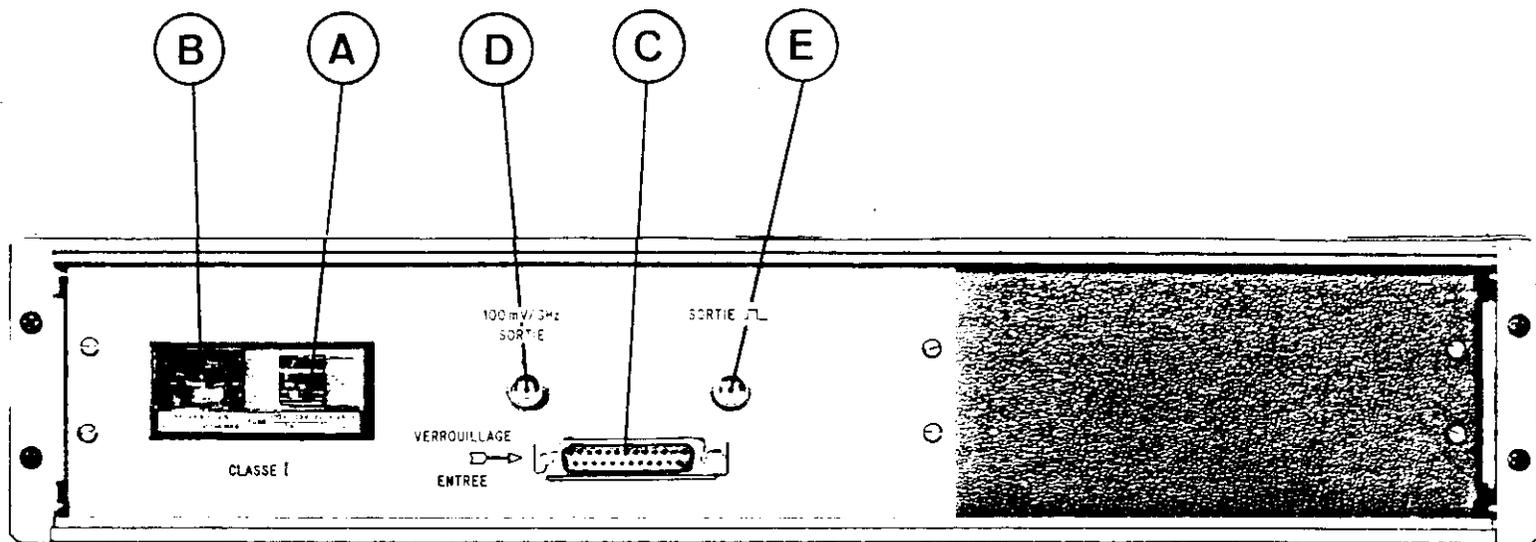

FIG. II.2
- (16) - Déclenchement interne (position médiane) ou externe positif (vers le haut) ou négatif (vers le bas) du générateur d'impulsions interne.
- (17) - "SORTIE" de l'impulsion de "SYNCHRONISATION" de la modulation (TTL < 1 μs).
- (18) - Réglage de la "SENSIBILITE" de l'entrée ΔF (19) permettant un réglage de 1 à 50 ou 100 MHz.
- (19) - "ENTREE" de la tension pour réglage du ΔF , de la modulation en bande étroite ou de la synchronisation du signal non modulé.
- (20) - Voyant secteur, s'illumine lorsque l'appareil est connecté au secteur et que l'interrupteur (21) est sur "M".
- (21) - Interrupteur secteur, permet la mise en fonctionnement de l'appareil sur "M" et l'arrêt sur "A".
- (22) - Etiquette signalétique, indiquant :
B) - ARRIERE (Fig. II.2)